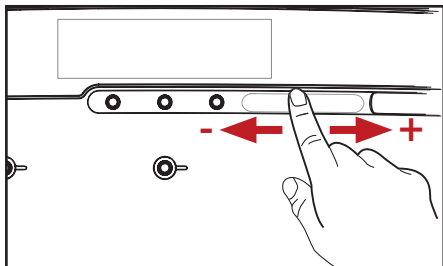

Bild 4.6 - Styrke förval
2. Dra fingret över STYRKA-reglaget för att i förväg välja styrkan på drycken (bild 4.6).